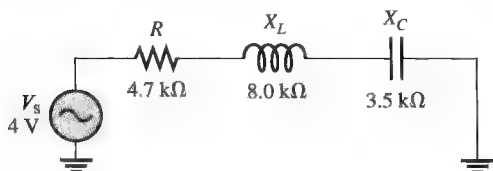

图 13-65
2. 求图 13-65 中的阻抗。
3. 如果图 13-65 中的电源电压频率从产生指示电抗的值加倍, 试问阻抗如何变化?
4. 对于图 13-65 中的电路, 求 I_{tot} 、 V_R 、 V_L 和 V_C 。
5. 画出图 13-65 中电路的电压相量。
7. 对于图 13-65 中的电路, 谐振频率比图中标示电抗指示的值高还是低?